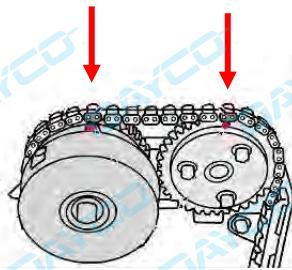

Рис. 4
- Установите новую распределительную цепь окрашенными звеньями на звездочки распределительного вала, чтобы они совпадали с метками, как показано на Рис. 4